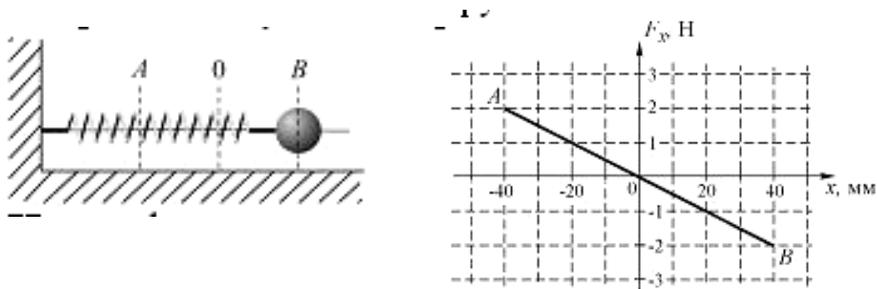

Рис. 1.17
11. Шарик, прикрепленный к пружине и насаженный на горизонтальную ось, совершает гармонические колебания. На рис. 1.17 представлена зависимость проекции силы упругости на положительное направление оси X координаты шарика. Работа силы упругости на этапе $O-A-B$ равна: